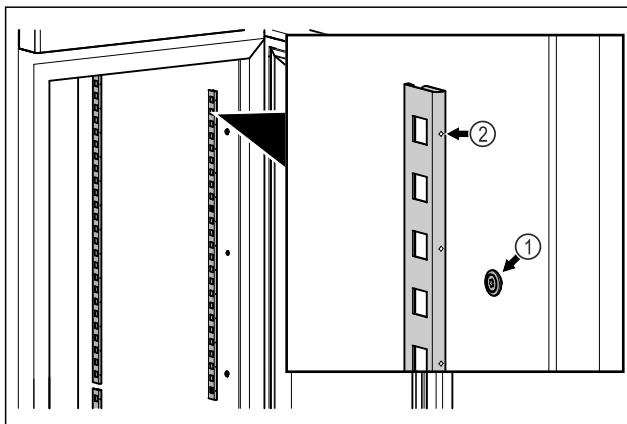

Fig. 17 Примерное изображение
- Навесьте фиксатор на крепление Fig. 17 (1). Отметка Fig. 17 (2) должна располагаться спереди.